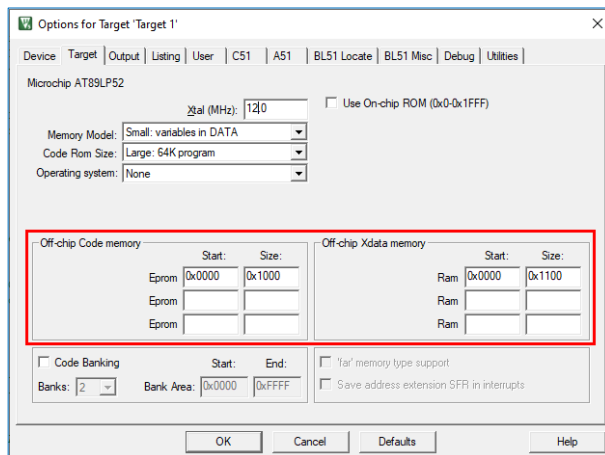

Рисунок 6. Установка размеров памяти ОЗУ и ПЗУ в настройках проекта
3. В настройках проекта («Alt+F7») во вкладке «Target» установить размеры памяти ОЗУ и ПЗУ (Рисунок 6):